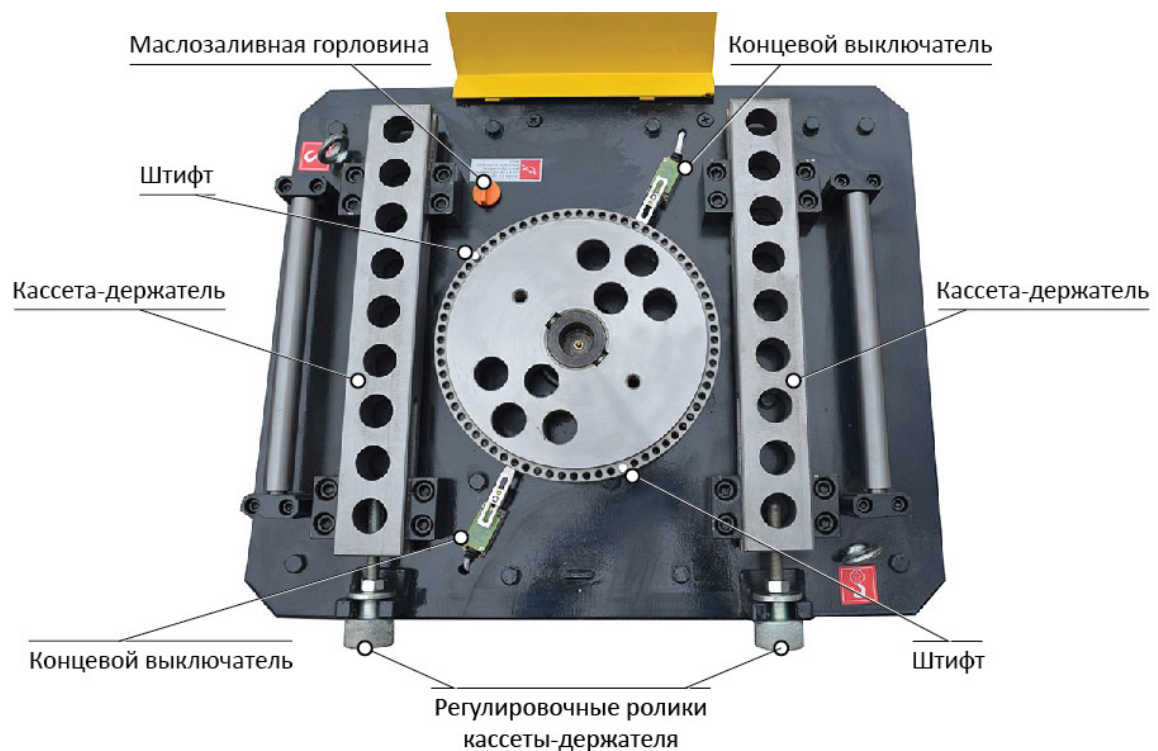

Рис. 3Б Вид с поднятой крышкой GW 42A
- Установите упор в упорную рейку. Упор необходимо зафиксировать при помощи пальца упорного и регулировочного болта (см рис. 3). Упор рекомендуется использовать при малых диаметрах. Для больших диаметров рекомендуется использовать пальцы, во избежание повышенного трения.